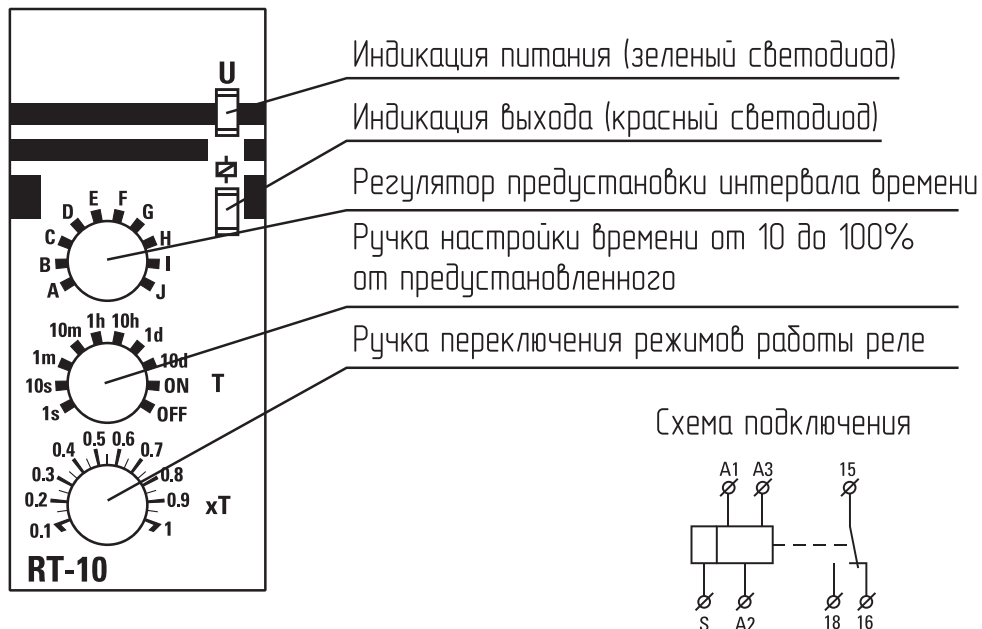

Рис.8 Панель управления реле
- Установите необходимый режим работы реле (**Рис.8**). Необходимый режим работы реле задержки отключения циркуляционного насоса представлен **на странице 27 «Описание режима работы реле RT-10»**.